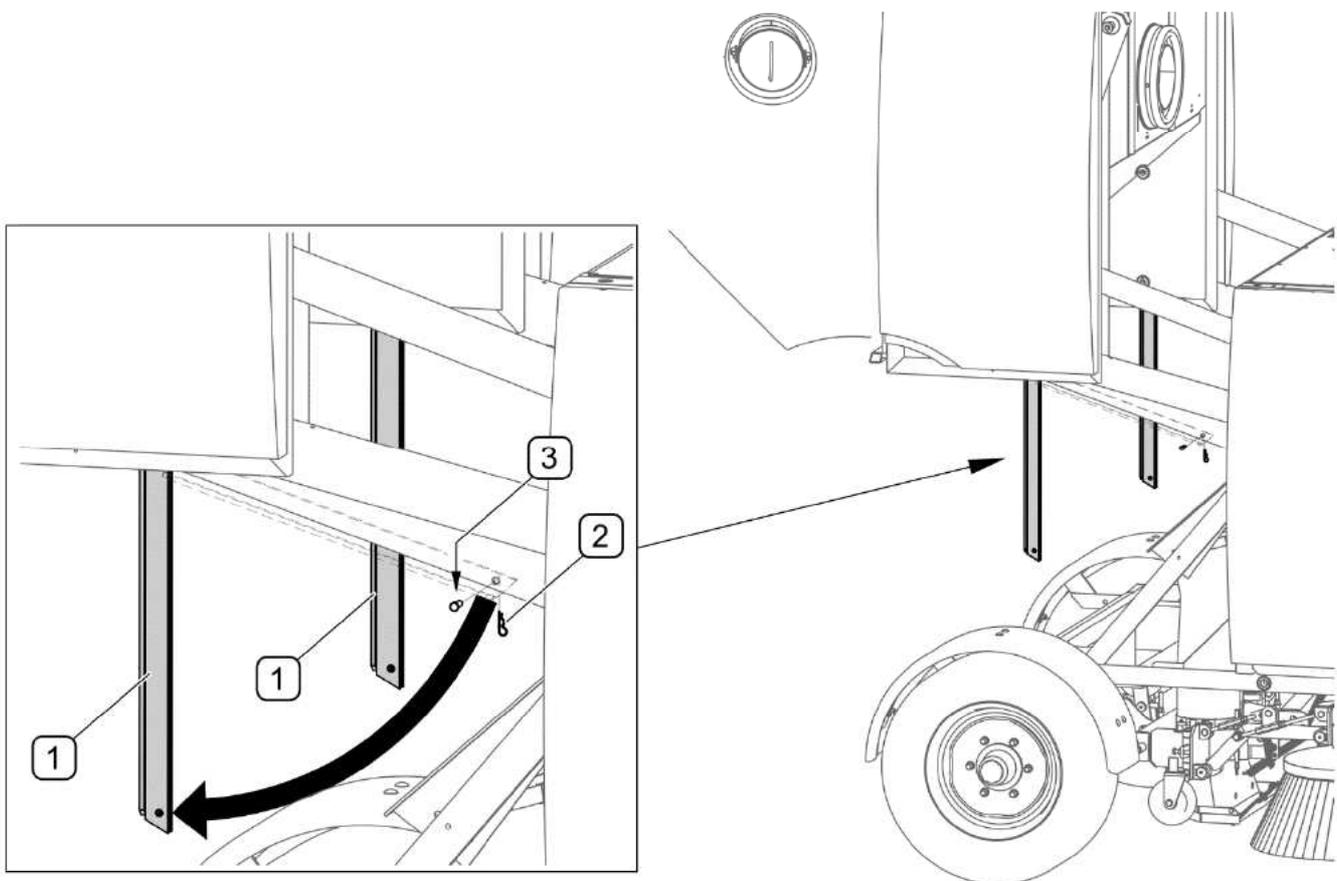

ABB. 5.3 **Wartungsstützen**
(1) - Wartungsstützen; (2) - Splint; (3) - Bolzen;
Die Wartungsstützen (1) dienen dazu, den Schmutzbehälter in der angehobenen Position zu blockieren (ABB. 5.3).